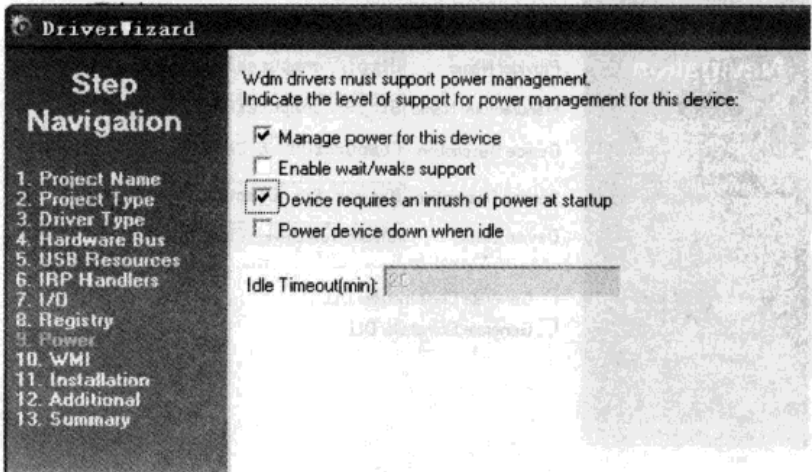

图 9.4.13 配置电源管理
(9) 配置电源管理，如图 9.4.13 所示。将 Device requires an intrush of power at startup